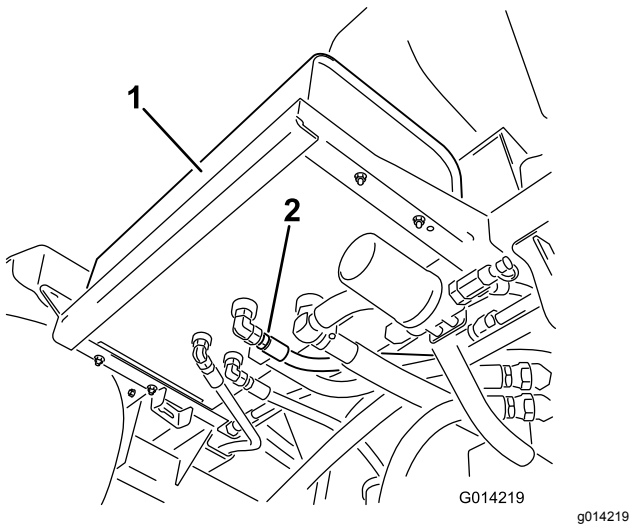

Bild 98
2. Reinigen Sie den Bereich um ein Hydraulikschlauch-Anschlussstück unten am Hydraulikölbehälter (Bild 98).
4. Nehmen Sie das Schlauch-Anschlussstück vom Behälter ab und lassen das Öl in die Wanne laufen (**Bild 98**).